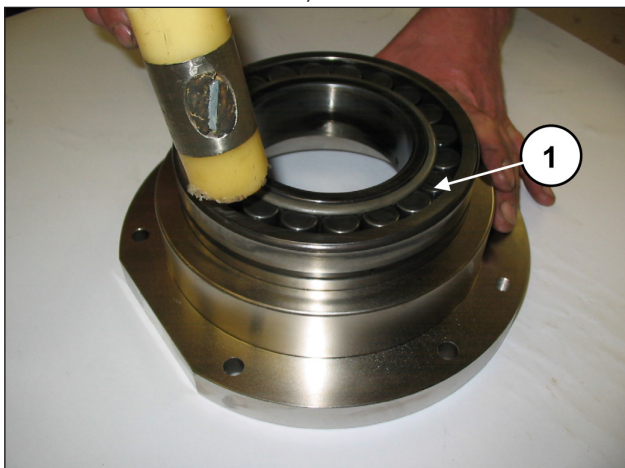
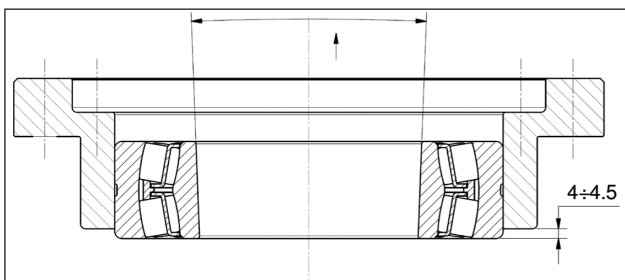

Abb. 69
Abb. 70
Montieren Sie vorläufig die beiden Lagerdeckel: setzen Sie das Lager mit dem Schlagwerk (Pos. ①, Abb. 69) bis auf ein Maß von 4÷4.5 mm ein, siehe Abb. 70.
Das Lager in Abb. 70 verfügt über einen konischen Innenring. Vergewissern Sie sich vor Einsetzen der Buchse, dass die Konizität von außen nach innen verläuft.